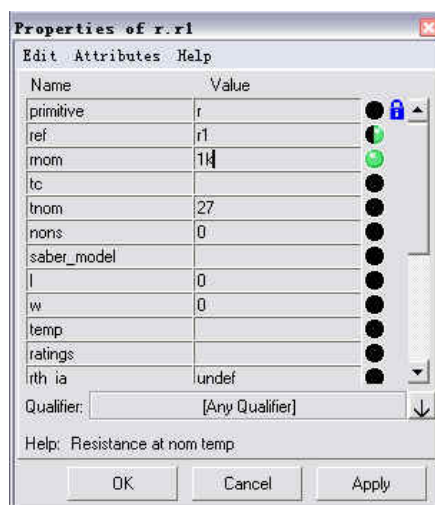

图 1-7 属性编辑器
- ▲如果属性值在电路图中不可见，或者要编辑更多的属性值，可以打开属性编辑器。将鼠标光标移至元件符号上面，双击符号，或者从右键快捷菜单中选择 Properties，属性编辑器就会出现，如图 1-7 所示，通过修改 Name 和 Value 处的值就可以修改属性了。用编辑器中的 Edit 和 Attributes 菜单可以增加、删除、复制和改变属性。框中黑点表示该属性名称及值在电路图中不可见，半绿半黑表示该属性的值在电路图中可见，全绿表示该属性名称及值在电路图中都可见，蓝色的锁表示锁定该属性，不允许修改。